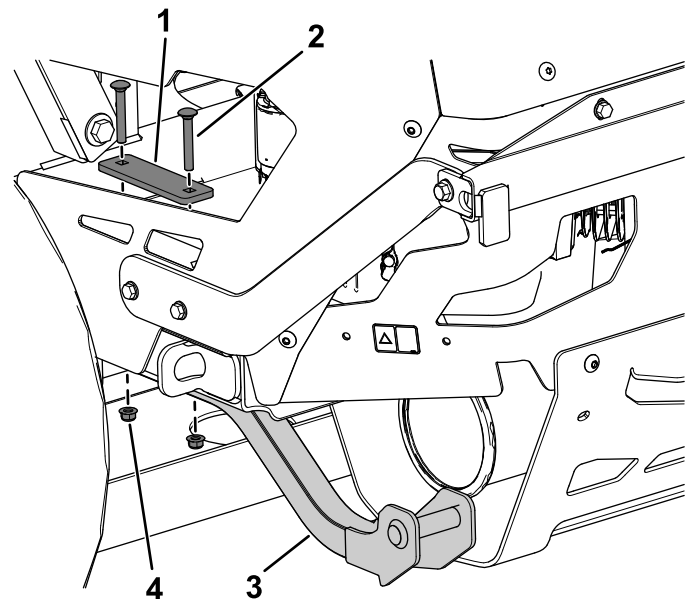

Figura 10
4. Fissate senza serrare il supporto inferiore sulla piastra del motore con 2 bulloni a testa tonda (5/16" x 2¼"), 1 piastra di supporto e 2 dadi flangiati (5/16") come illustrato nella Figura 10.